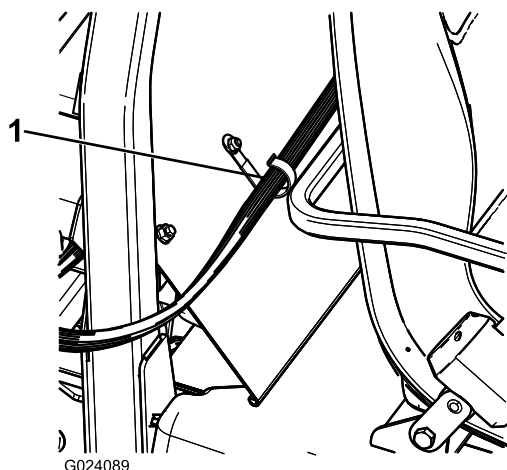

Figura 22
2. Instale una abrazadera en J detrás del asiento del pasajero (Figura 22) usando un perno ($\frac{1}{4}$ " x $\frac{1}{2}$ ") y una contratuerca con arandela prensada ($\frac{1}{4}$ ").
3. Sujete el arnés de la consola de control a la consola y a la cubierta del ROPS con las abrazaderas en J (Figura 22).